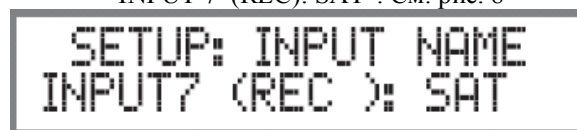

Рисунок 8
3. Поворачивайте регулятор TRIM/TUNE, пока на дисплее не появится надпись “INPUT 7 (REC): SAT”. См. рис. 8
См. рис. 8